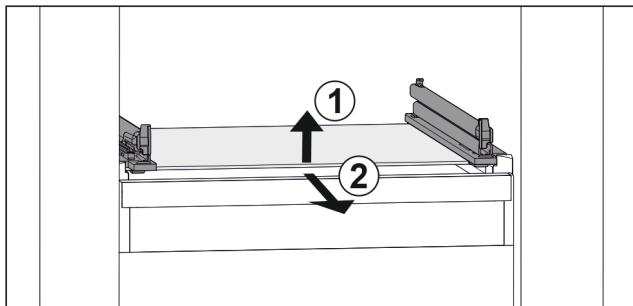

Fig. 123 Simbolična slika steklene plošče
- Stekleno ploščo dvignite v smeri naprej. Fig. 123 (1)
- Stekleno ploščo odstranite v smeri naprej. Fig. 123 (2)